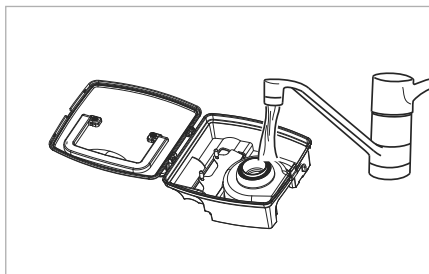

Fig. 12
- 5) Enjuague el depósito de polvo **14** con agua fría o templada (consulte la fig. 12). Deje que el depósito de polvo **14** se seque completamente al aire antes de volver a montarlo en el aparato.